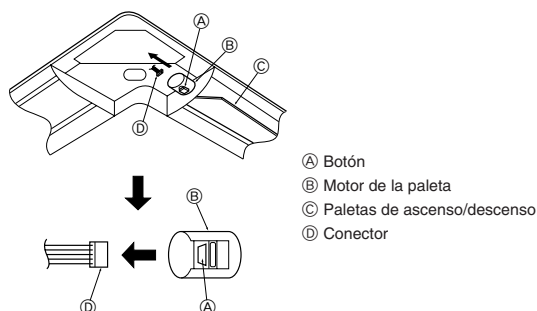

Fig. 5-9
5.5. Bloqueo de la dirección del flujo de aire de ascenso/descenso (Fig. 5-9)